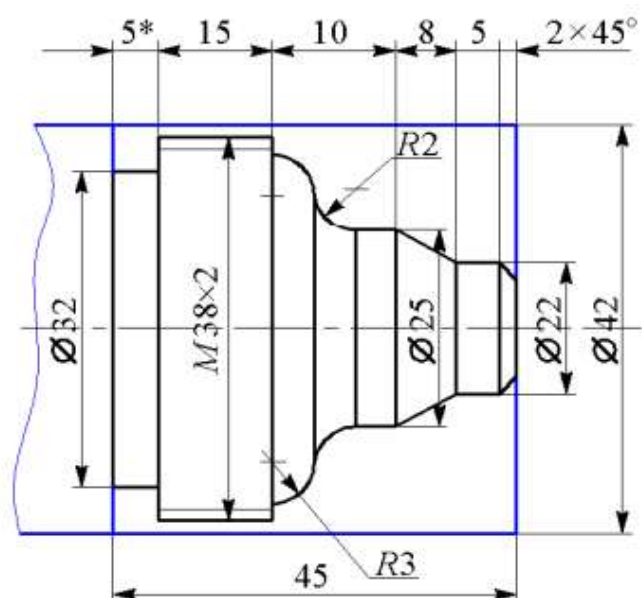

Рис. 4.6. Эскиз обрабатываемой детали для подгруппы 1
3. Составить текст управляющей программы для обработки заданной детали (рис. 4.6 и 4.7).